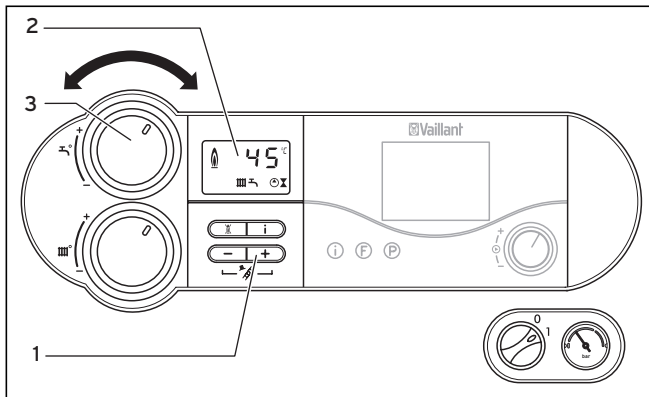

Abb. 4.6 Einstellung der Speichertemperatur
Bei Unterschreiten der eingestellten Speichertemperatur geht das Gerät selbsttätig in Betrieb und heizt den Speicher nach. Während der Speicherladung blinkt im Display (2) die Anzeige , siehe Abbildung 4.6.
- Drehen Sie hierzu den Drehknopf (3) zur Einstellung der Warmwassertemperatur auf Linksanschlag, siehe Abbildung 4.6. Es bleibt eine Frostschutzfunktion für den Speicher aktiv.